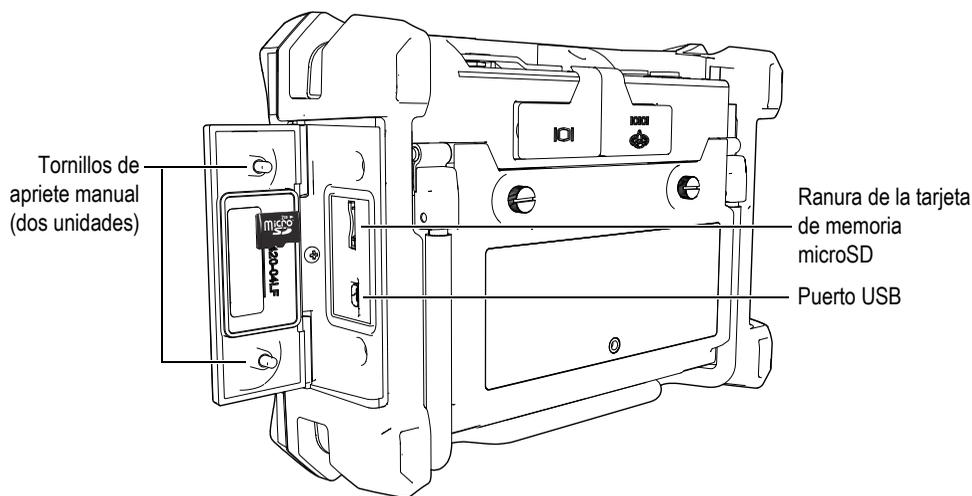

Figura 2-12 Instalación de la tarjeta de memoria microSD
2. Desatornille los tornillos de apriete manual y abra la tapa del compartimiento de entrada/salida (I/O) del equipo BondMaster 600. Ver la Figura 2-12 en la página 47.